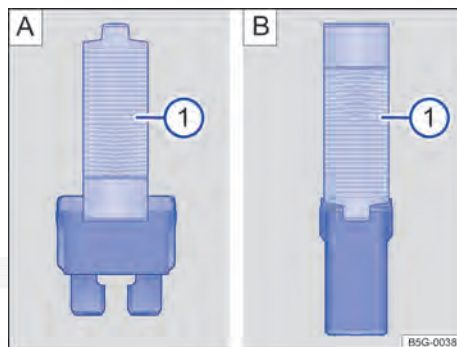

Fig. 217 Retirar ou colocar o fusível com a pinça de plástico: **A** fusível plano, **B** fusível de bloqueio.
- De acordo com a versão do fusível, colocar as garras adequadas da pinça de plástico ⇒ Fig. 217 **A** ① ou ⇒ Fig. 217 **B** ① lateralmente no fusível.
- Se o fusível estiver queimado, substituir o fusível por um novo da *mesma* intensidade (mesma cor e inscrição) e do *mesmo* tamanho ⇒ ①.